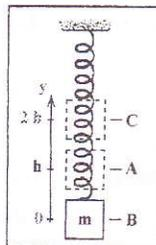
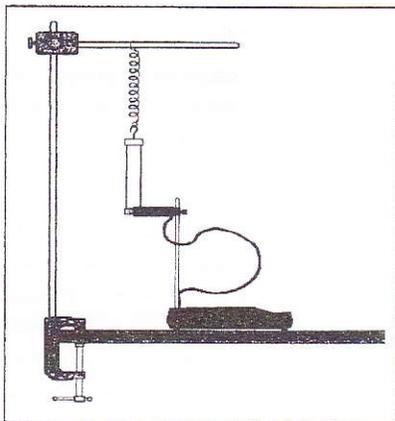

Figura 2:
Figura 3: Montagem do experimento.
Observe a figura 2. Distendendo-se a mola de uma distância h a partir da posição de equilíbrio (nível A), a massa m alcança o nível B (origem do referencial). Portanto, para o sistema massa-mola em sua configuração inicial (massa m em repouso no nível B),
Observe a figura 2 e resolva o seguinte problema:
Suponha que uma massa $m = 100$ g, presa a uma mola vertical de massa desprezível e de constante elástica $k = 2,80$ N/m, seja deslocada para baixo, a partir de sua posição de equilíbrio, para um ponto a 10 cm desta posição ($h = 10$ cm na figura 2).
A montagem do experimento é mostrada, esquematicamente, na figura 3. (As proporções entre as dimensões dos componentes não foram respeitadas.)
Para obter a energia mecânica do sistema no seu estado final, isto é, no nível A da figura 2, é necessário determinar a velocidade da massa m quando ela passa por esta posição. Uma peça foi especialmente desenhada para este fim. Consiste de um disco de latão de 1 cm de espessura, suspenso por duas hastes, um disco plástico e um gancho (figura 3). No estado inicial do sistema (nível B na figura 2), a peça está tracionada verticalmente para baixo e o disparador ótico está localizado nível A, no espaço livre entre as hastes. Ao
- Determine a massa da peça que representa a massa suspensa m no experimento (figura 3).
Observação: O sistema de fixação do fotossensor (disparador ótico) à base do cronômetro é muito frágil. Se você julgar necessário melhorar o ajuste da posição do interruptor ótico (disco de latão) em relação ao fotossensor, modifique a altura da haste horizontal que suspende a mola (veja a figura 3). Para aproximar ou afastar o fotossensor em relação ao interruptor, mova todo o cronômetro por sua base.